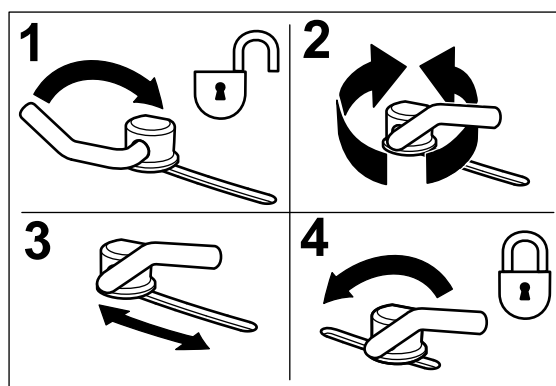

Bild 14
1. Wenn Sie die Haltenocken einstellen möchten, schieben Sie den Hebel nach oben und lösen Sie die Haltenocke (Bild 14).
3. Schieben Sie den Hebel zurück, um das Ablenkblech und die Haltenocken festzuziehen (Bild 14).